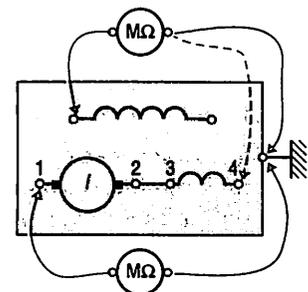

Fig. 15 : Mesures de résistance d'isolement entre inducteur et masse, inducteur et masse et entre inducteur et inducteur.
e) Mesure d'isolement (fig. 15)